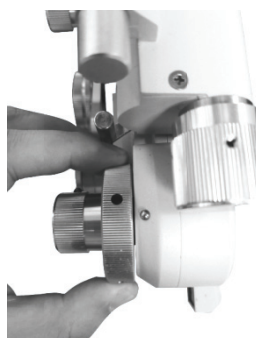

Figure 12
Pour obtenir rapidement le réglage dioptrique requis, utilisez un bouton d'alimentation sphérique puissant ②②, puis la valeur S augmente ou diminue progressivement par pas de 3,00D dioptriques (Fig.12).